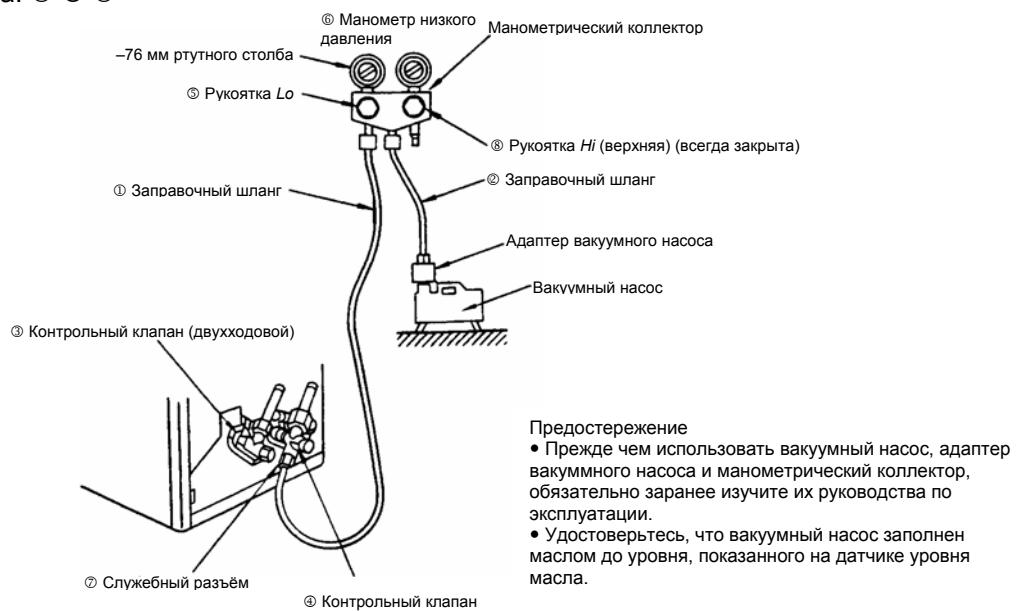

Рис. 6: расположение компонентов во время продувки воздухом с помощью вакуумного насоса
- (1) Продувка воздухом с помощью вакуумного насоса и выявление утечек (см. рис. 6)
- а) Подсоедините заправочный шланг к внешнему блоку. ①
- б) Подсоедините заправочный шланг к адаптеру вакуумного насоса. ②